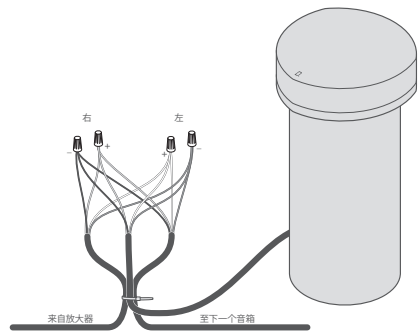

图 8
1. 与卫星扬声器安装一样，制作一个长约 10 英寸 (25 厘米) 的环，从线轴侧拉动线缆。为每个扬声器多留 14-16 英寸 (约 35-40 厘米) 的线缆，这样当沟槽中的土覆盖线缆时，线缆就不会扭结或拉紧。用扎带将线环固定到位并消除应力 (见图 8)。